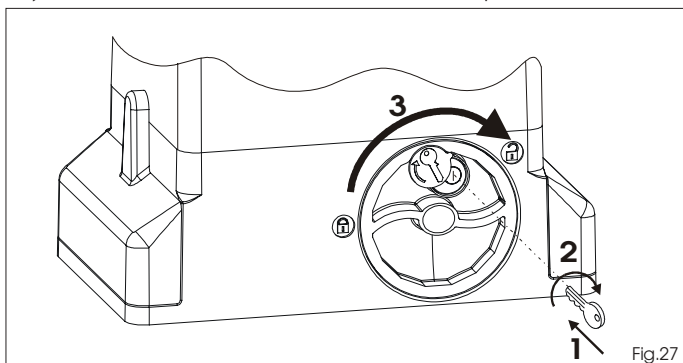

Fig.27
- 1) Inserire l'apposita chiave in dotazione e ruotarla in senso orario come indicato in Fig.27 rif.1 e 2.
- 2) Ruotare il sistema di sblocco in senso orario sino all'arresto meccanico, Fig.27 rif.3.